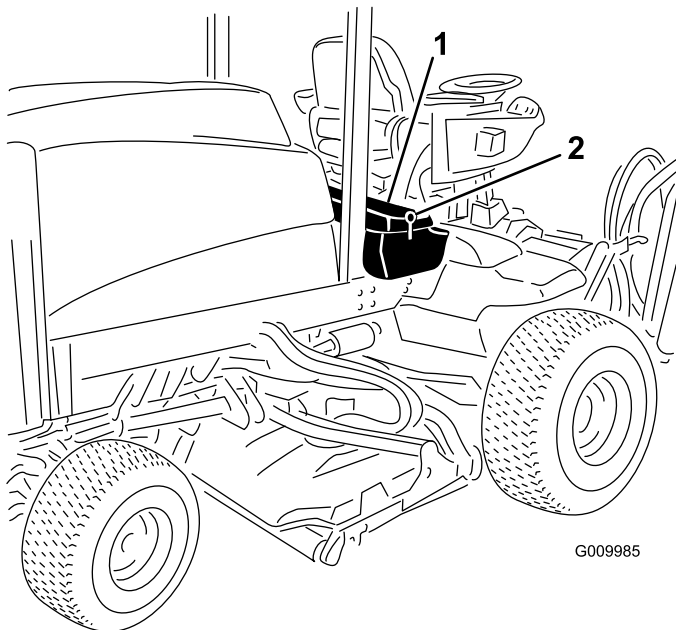

Figura 60
1. Desenganche y levante el panel de la consola (Figura 60).